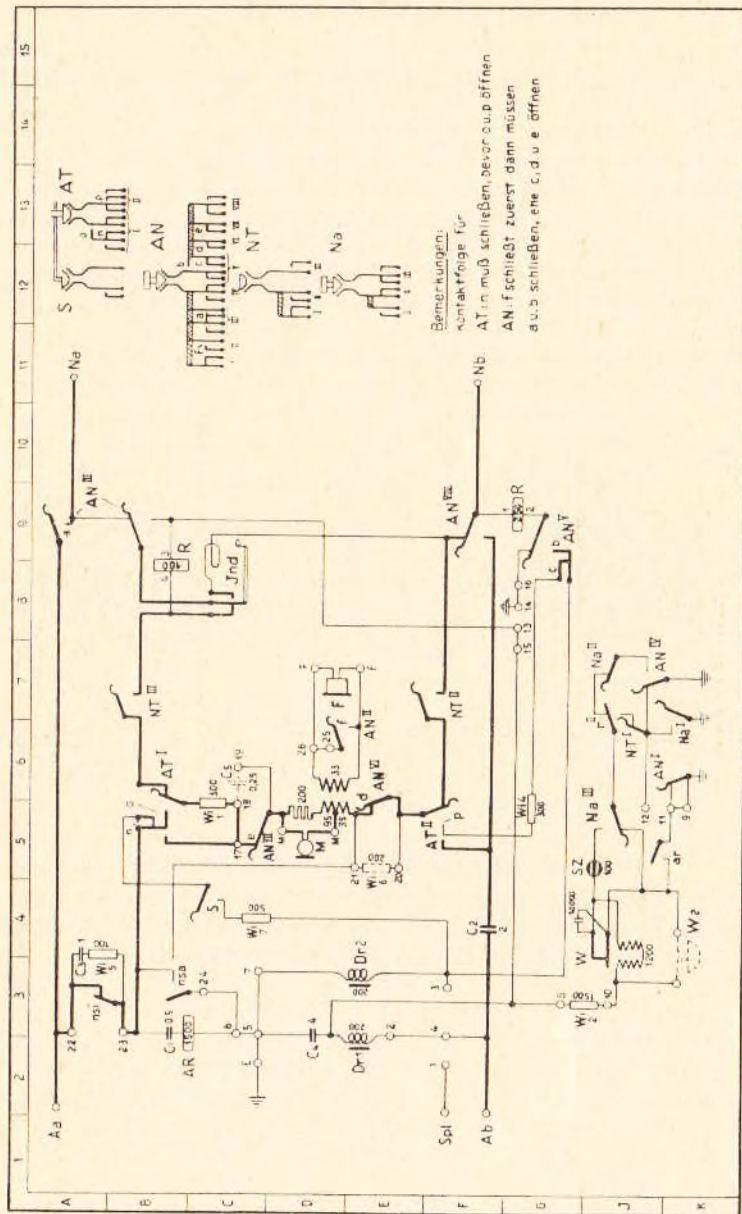
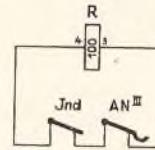

Abb. 2a Zwischenumschalter W 25b (Tischapparat)
Abb. 7b
men 6—5 an Erde + (Abb. 2a und 3); das AR (Amtsstufrelais) wird betätigt, und der Kontakt ar dieses Relais bringt den Gleichstromwecker.
a 2 **Weckerstromkreis**: — Ab, Klemmen 4—2, Dr 1, Klemmen 8—10 (Wi 2), Wecker, Kontakt des AR (ar), Klemmen 11—9 (An I), +. (Siehe Abb. 2a im Feld K 5.) Die Hauptstelle nimmt ihren Handapparat ab und drückt die Amtstaste (AT rot).
a 3 **Mikrophon-Speisestrom**: — Aa, nsi, AT I, Klemme 17, AN VII in Stromverzweigung über das Mikrophon und die Induktionsspule (siehe Lehrbrief 3, Seite 35—39), AN VI, AT II, Wi 4, An V, Klemme 3, Dr 2, Klemmen 7—5, + (siehe Abb. 2a und 4).
a 5 **Wählstromkreis** (abgehender Amtsverkehr): Der Speisestrom des Mikrophons wird mit dem Nummernschalter (nsi) unterbrochen. Wählimpuls: —Aa, nsi, nsa, Klemmen 6—5, + (siehe Abb. 2a).
b 1 **Rufen**:  $\infty$  Induktor, AN III, Na, Wechselstromschleife der Nebenstelle, Nb, AN VIII zurück zur Spannungsquelle Induktor (siehe Abb. 2a und 5).
b 2 **Mikrophon-Speisestrom** (Hauptstelle): — Ab, Klemmen 4—2, Dr 1, Klemmen 15—13, R (100), NT III, AT I, Wi 1, Klemmen 18—17, AN VII, in Stromverzweigung über das Mikrophon und die Induktionsspule, AN VI, AT II, NT II, AN VIII, R (250), AN V, Klemmen 16—14, + (Abb. 2a und 6).
b 3 **Mikrophon-Speisestrom** (Nebenstelle): — Ab, Klemmen 4—2, Dr 1, Klemmen 15—13, R (100), Ruhfeder des Induktorkontaktes, AN III, Na, Nebenstelle (Abfrageeinrichtung), Nb, R (250), AN V, Klemmen 16—14, + (das R-Relais ist in diesem Stromkreis angezogen, siehe Abb. 2a und 6).
c 1 **Haltestromkreise (des fernen Teilnehmers):** Wenn die Nebenstellentaste (grau) nach dem Abfragen des fernen Teilnehmers bei der Hauptstelle gedrückt wird, hält sich das Amtsgespräch über: — Aa, nsi, AT I, den Seitenschalterkontakt S (siehe Abb. 2a im Feld C 4 und A 12), Wi 7, Klemme 3, Dr 2, Klemmen 7—5, +. Nach Meldung der Nebenstelle wird der schwarze Amts-Nebenstellen-Knebel (AN) umgelegt. Die Hauptstelle legt ihren Handapparat auf, der ferne Teilnehmer ist nun mit der Nebenstelle verbunden. Es ist zu beachten, daß beim Drücken von NT AT ausgelöst wird. Der Seitenschalterkontakt S bleibt jedoch in Arbeitsstellung.
c 2 **Mikrophon-Speisestrom:** — Aa, AN III, Na, Nebenstelle, Nb, R (250), AN V, Klemme 3, Dr 2, Klemmen 7—5, + (Abb. 2a und 7a).
c 3 **Sprechwechselstrom:** Aa, AN III, Na, Nebenstelle, Nb, AN VIII, Kondensator C 2, Ab (Abb. 2a und 7). Das R-Relais ist über seine 250-Ohm-Wicklung im Mikrophonspeisestromkreis wirksam. Die 100-Ohm-Wicklung vom R-Relais ist durch AN III über die Ruhefeder des Induktorkontaktes kurzgeschlossen. Das R-Relais wird dadurch in seiner Abfallzeit verzögert. Dieses ist wichtig bei der Durchwahl der Nebenstelle in die Amtsleitung hinein (siehe Abb. 7b).
Dadurch wird das R-Relais in seiner 250-Ohm-Wicklung stromlos und fällt ab. Der Kontakt r II dieses Relais geht in die Ruhelage zurück und schaltet den Wecker bei der Hauptstelle ein (Kontakt r II siehe Abb. 2a im Feld J6). — Ab, Klemmen 4—2, Dr 1, Klemmen 8—10 (Wi 2), Gleichstromwecker, Na III, Kontakt r II, Na II, AN IV, +. (Abb. 2a und 8.) Der Wecker ertönt so lange, bis der AN-Knebel wieder von der Hauptstelle in die Ruhelage gelegt wird.
d 1 **Anruf:** Die Nebenstelle nimmt ihren Handapparat ab. Dadurch wird das R-Relais (Nebenstellenrufrelais) wirksam: — Ab, Klemmen 4—2, Dr 1, Klemmen 15—13, R (100), Ruhekontakt des Induktors, AN III, Na, NSt, Nb, R (250), AN V, Klemmen 16—14, + (siehe Abb. 2a und 6 oder unter Abschnitt b3). Der Kontakt dieses Relais (r II) schließt bei der Hauptstelle den Weckerstromkreis: — Ab, Klemmen 4—2, Dr 1, Klemmen 8—10 (Wi 2), Wecker, Na III, Kontakt r II des R-Relais, NT I, AN IV, +. Die Hauptstelle nimmt ihren Handapparat ab und drückt die Nebenstellentaste; der Weckstromkreis wird durch NT I unterbrochen.
e 1 **Speisestrom und Sprechwechselstrom** wie unter c2 und c3. Der Weckstromkreis ist durch Umlegen des Nachtknebels bei Na III unterbrochen. Es wird aber andererseits ein Stromkreis über das Sternschauzeichen geschlossen: — Ab, Klemmen 4—2, Dr 1, Klemmen 8—10 (Wi 2), über beide Weckerspulen, Sternschauzeichen Na III, Arbeitsfeder des r II-Kontaktes, NT I, Na I, + (Abb. 2a und 9).